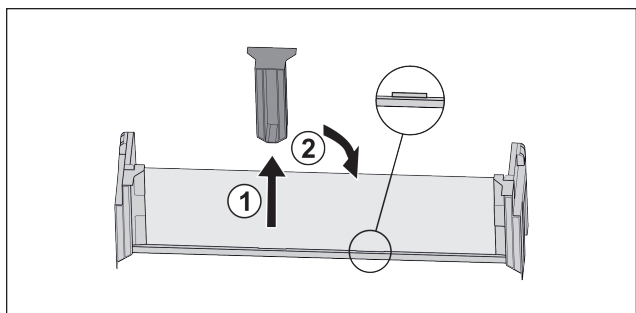

Fig. 17
- ▶ Snemite sredinski držalni del Fig. 17 (1).
- ▶ Sredinski držalni del vstavite na drugem položaju Fig. 17 (2).